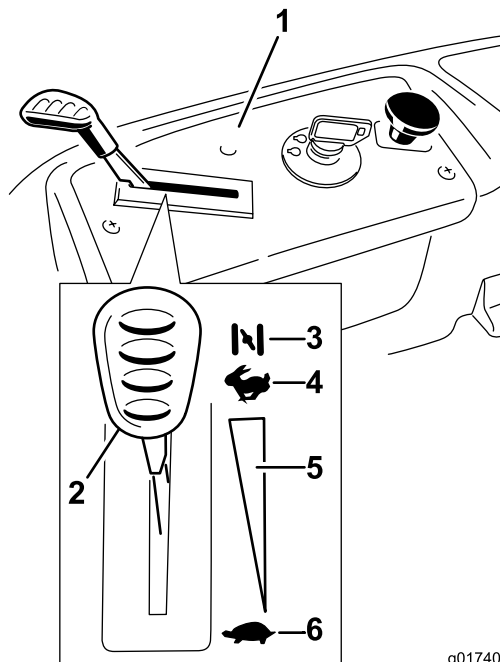

Figura 12
3. Mueva la palanca del acelerador a la posición Estárter antes de arrancar el motor si éste está frío (Figura 12).
5. Cuando el motor arranque, mueva el acelerador a la posición Rápido (Figura 12). Si el motor se cala o funciona irregularmente, vuelva a colocar el acelerador en Estárter durante unos segundos. Repita este procedimiento tantas veces como sea necesario.
- Gire la llave de contacto a la posición de Desconectado (Figura 12) y retire la llave.